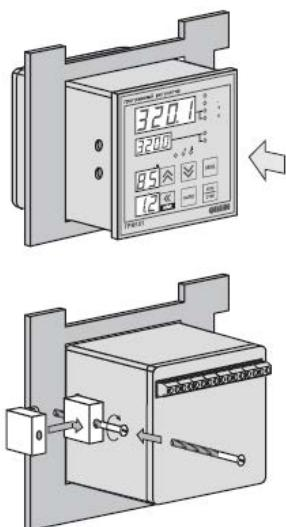

Рисунок 7.2 - Установка прибора щитового крепления
2. Зацепите крепежный уголок на задней стенке прибора за верхнюю кромку кронштейна (рисунок 7.2, б).
1 Вставьте прибор в специально подготовленное отверстие на лицевой панели щита (см. прил. А и рисунок 7.2, а).
2 Вставьте фиксаторы из комплекта поставки в отверстия на боковых стенках прибора (рисунок 7.2, б).